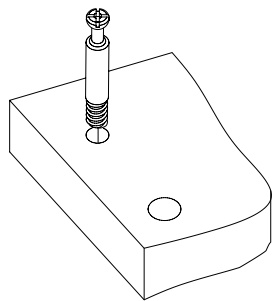
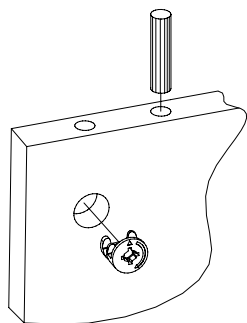

Рис.2
Рис.3
2. Вкрутите шпильки минификсов в детали 1, 2 и 4 (Рис. 2). Вставьте головки минификсов и шканты в детали 1, 2, 3, 5, 6 и 7 (Рис. 3).